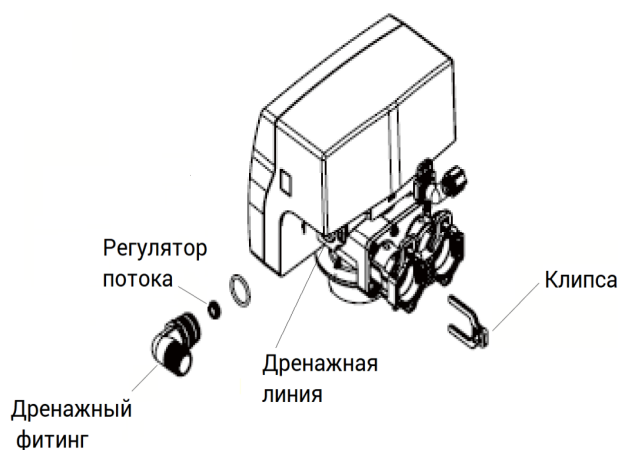

Рис. 5
9.14 Для соединения устройства управления с дренажной линией (канализацией) используется дренажный фитинг $\frac{3}{4}$ " NPT уголок (см. Рисунок 5). Дренажный фитинг крепится к управляющему клапану при помощи фиксирующей скобы. Фиксирующая скоба позволяет поворачивать дренажный фитинг, что бы направить его в сторону ближайшего слива в дренаж.